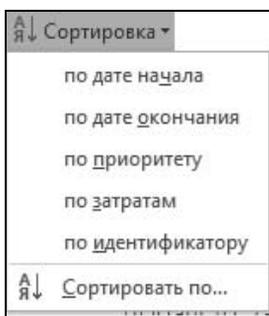

Рис. 4.17. Меню управления сортировкой данных
2. В открывшемся меню, показанном на рис. 4.17, навести указатель мыши на нужный фильтр в списке и щелкнуть левой кнопкой мыши.
В приведенном на рис. 4.17 меню для линейной диаграммы представлены следующие фильтры:
2. В открывшемся меню (см. рис. 4.17) навести указатель мыши на строку **Сортировать по** и нажать левую кнопку мыши.
Нажатие кнопки **Сброс** приводит к выводу в показанном на рис. 4.17 окне установок по умолчанию, в соответствии с которыми сортировка предлагается по возрастанию идентификатора (**Ид.**).